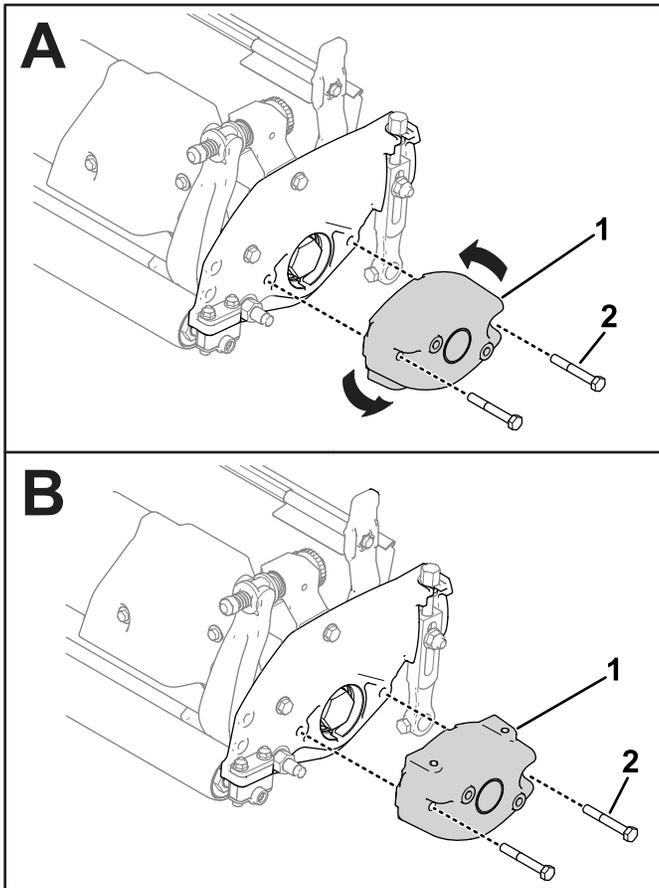

Figura 49
1. Retire el contrapeso existente de la unidad de corte e instale el contrapeso de tal manera que los orificios roscados estén orientados hacia arriba (Figura 49).